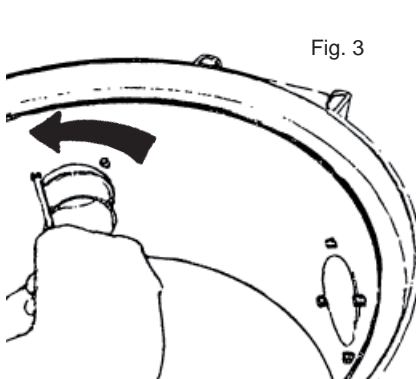

Fig. 3
1. Démontez la prise pour tuyau d'aspiration en dévissant les quatre vis Torx à l'aide d'un tournevis Torx T20 ou d'un tournevis ordinaire, fig. 3.